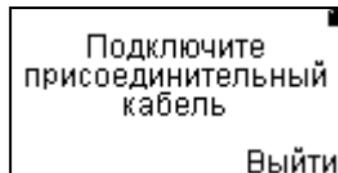
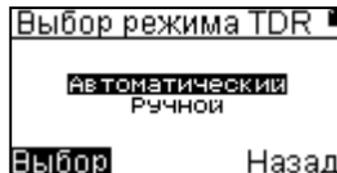

Рисунок 13
Рисунок 14
6.3.6 При выборе пункта **Измерение** появится запрос подключения присоединительного кабеля (рисунок 13). Для измерений TDR методом подключите соответствующий присоединительный кабель, появится кратковременное сообщение об активации метода и будет предложен выбор автоматического или ручного режима измерения (рисунок 14).
Включить ручной режим можно через меню **Измерения** (рисунок 14) или в автоматическом режиме перейти через меню **Функции** (рисунок 21). В правом верхнем углу экрана (рисунок 27) показывается текущий коэффициент укорочения, состояние батареи и режим отображения - со входа или из памяти прибора. В нижней строке два параметра, один из которых активный и подсвечивается темным фоном. Изменить левый параметр можно нажатием кнопок  $\triangleleft$  и  $\triangleright$ , а правый нажатием кнопок  $\triangle$ ,  $\nabla$ .